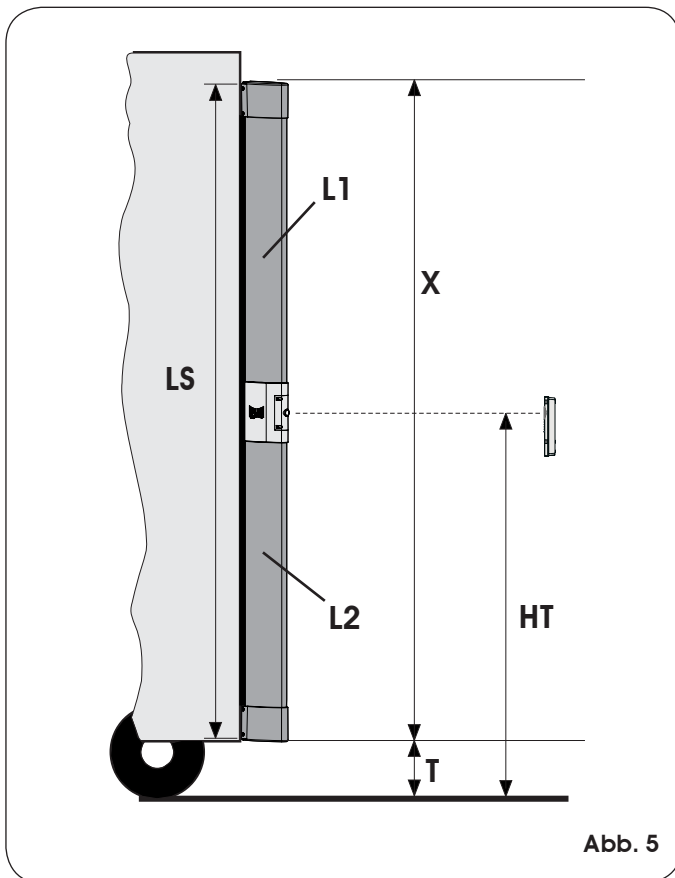

Abb. 5
Wenn der fest eingebaute Empfänger **nicht** auf der Säule Safe Beam montiert wird, ist er so zu positionieren, dass die auf der Frontseite angebrachte Linse (Abb. 8 Bez. ①) sich auf einer Höhe **HT** von 50-55 cm vom Boden befindet (**HT** siehe Abb. 5).
Den fest eingebauten Empfänger so positionieren, dass die auf der Frontseite angebrachte Linse (Abb. 8 Bez. ①) sich auf einer Höhe von 50-55 cm vom Boden befindet (HT, siehe Abb. 5).
Das Verbindungsprofil und sein Aluminiumprofil müssen mindestens auf dieselbe Länge der fertig gestellten Leiste abgeschnitten werden (Maß X, Abb. 5).